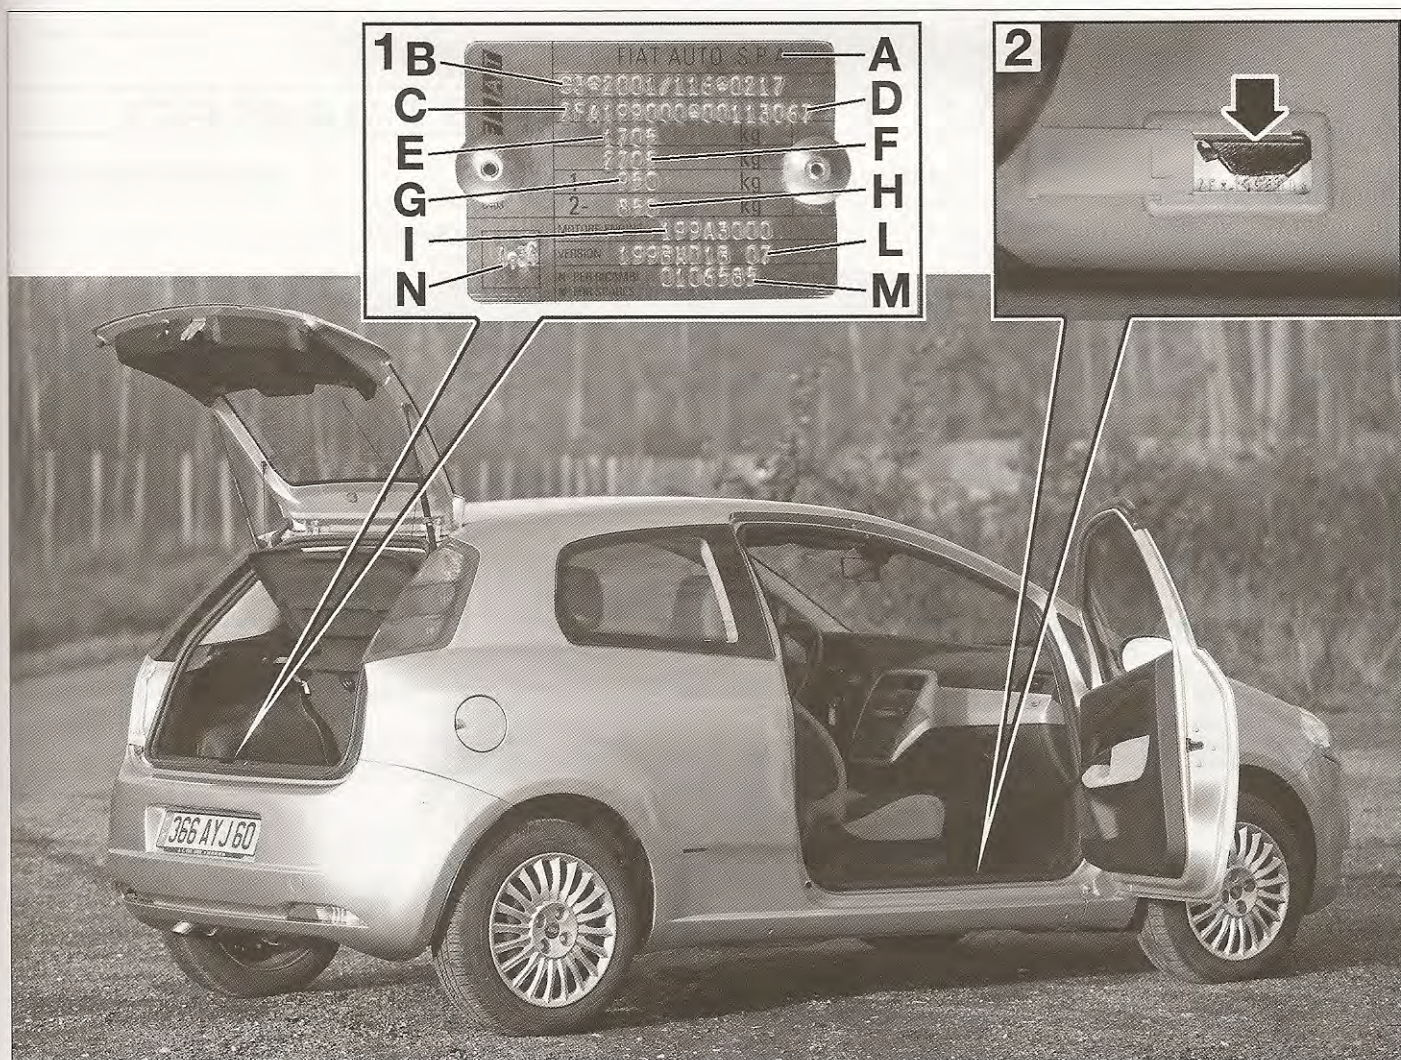

FIG. 1
PLACA DEL FABRICANTE (1) (FIG.1)
Nº DE IDENTIFICACIÓN (2) (FIG1)